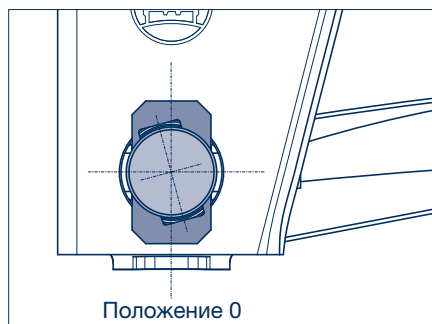

Рисунок 11
- [14] Для корректировки немного ослабить стопорные гайки (1168, размер 36/46) на пальце ушка рессоры (1154) и, в зависимости от направления настройки, переместить кулисные шайбы (1161) с обеих сторон вверх или вниз с помощью равномерных легких ударов молотком (рисунок 11 и 12).